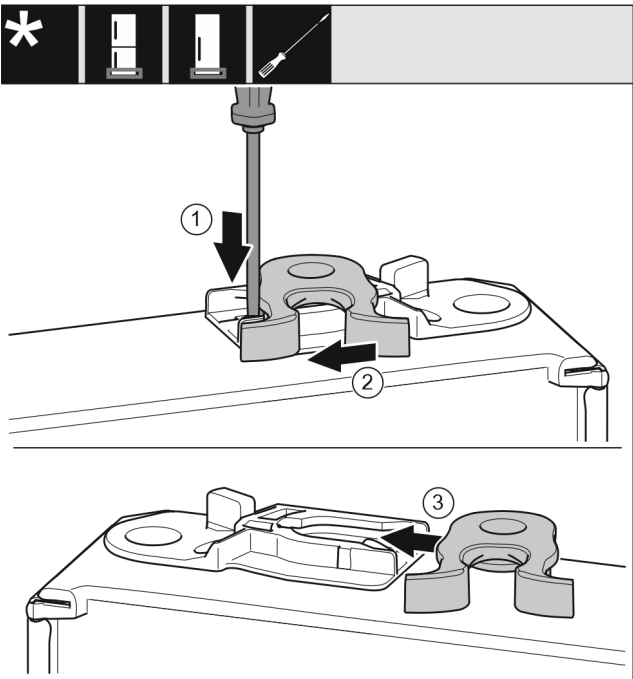

Fig. 23 *
- ▶ Πιέστε το αυτάκι Fig. 23 (1) με ίσιο κατσαβίδι προς τα κάτω.*
- ▶ Τραβήξτε το άγκιστρο κλεισίματος Fig. 23 (2) από τον οδηγό.*
- ▶ Ωθήστε το άγκιστρο κλεισίματος Fig. 23 (3) στην άλλη πλευρά στον οδηγό.*